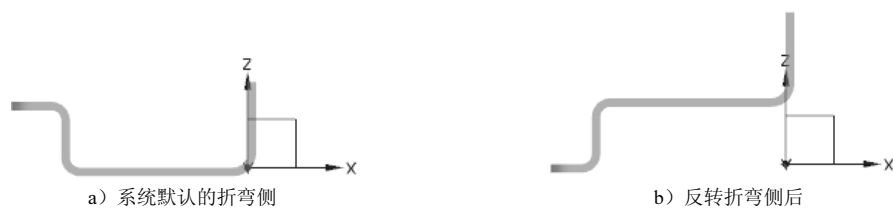

图 4.2.7 反转折弯侧
**反侧**按钮: 单击该按钮后, 反转二次折弯的折弯侧, 如图 4.2.7 所示。